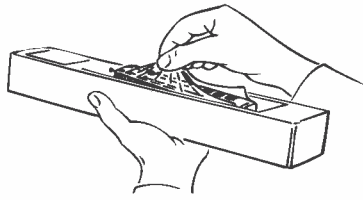
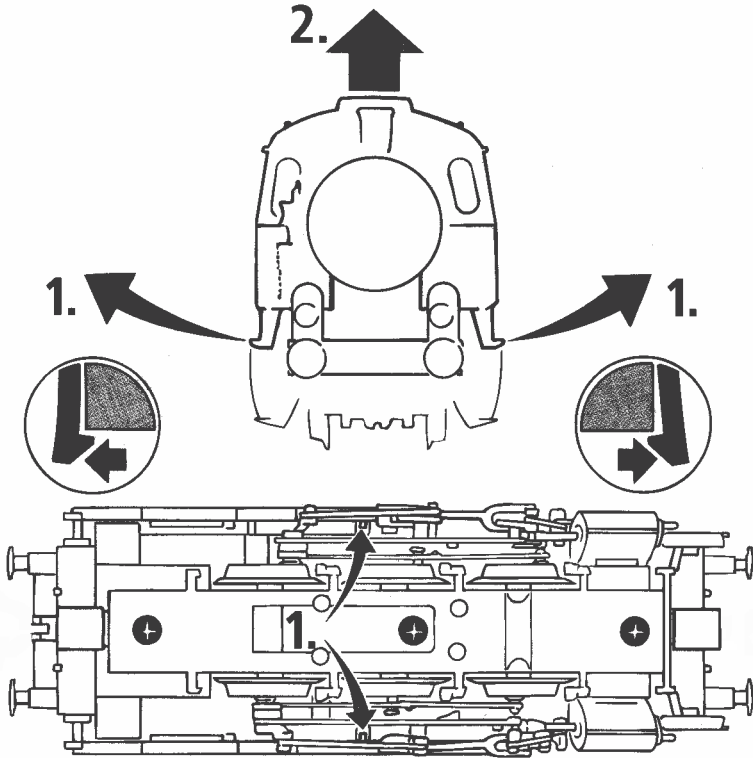

Fig. 2
Fig. 3
Zuerst das Lokgehäuse abnehmen (Fig. 2) Danach den Brückenstecker aus der Schnittstelle entfernen (diesen sorgsam aufbewahren). Zuletzt den Stecker des Decoders lagerichtig einsetzen (siehe Fig. 3).
2. Schmierung: Versehen Sie die im Schmierplan in Fig. 5 gekennzeichneten Stellen mit nur **kleinen Öltropfen**. Dazu zuerst das Lokgehäuse abnehmen (Fig. 2). Wir empfehlen den **ROCO Öler Art.-Nr. 10906**. Fürs Schmieren der Getriebeteile (Zahnräder, Schnecke) empfehlen wir das **ROCO-Spezialfett Art.-Nr. 10905**. Im Falle der Schmierung diese Teile **nicht ölen**.
3. Motorwechsel: Lokgehäuse abnehmen (Fig. 2). Danach wird der **Motor ausgebaut** (Fig. 6).
First remove loco body (fig. 2). Then remove the jumper from the interface. Finally put the plug of the decoder into the interface as shown in fig. 3.
2. Lubrication: Apply **tiny oil drops** to spots marked in fig. 5. Prior to lubrication dismantle the loco body (fig. 2). We recommend using item no. **10906, ROCO oiler**. For lubrication the gearparts (e.g. cogwheels, worm) we would recommend our ROCO **special grease** (item no. **10905**).
3. Motor Changing: First remove loco body (fig. 2), and then the motor (fig. 6).
Exploitation en télécommande multi-trains: Veuillez démonter d'abord la caisse (fig. 2). Enlevez ensuite la fiche de shuntage de l'interface (à conserver!) et enfichez finalement la fiche de décodeur aux prises de l'interface. Veuillez à la position correcte de la fiche .
2. Graissage: N'appliquez **qu'une tout petite goutte** aux endroits indiqués par le plan de graissage (fig. 5) après avoir démonté la caisse du locomotive (fig. 2). Nous vous recommandons **le graisseur à huile ROCO réf. 10906**. Pour graisser les engrenages (roues dentées, vis sans fin) nous vous conseillons la **graisse spéciale ROCO réf. 10905** pour engrenages en matières synthétiques. Lorsque vous utilisez cette graisse il faut éviter d'huiler ces composants.
6. Remplacement du moteur: Démontez la caisse (voir fig. 2). Sortez ensuite le moteur de son longement (voir fig. 6).
1. } **Fig.3**